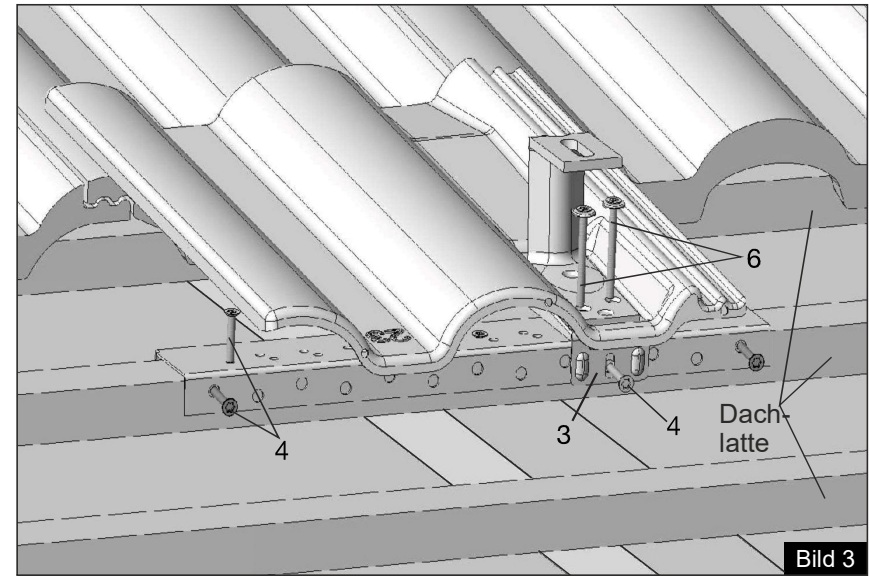

Bild 3
- Aufdachmodulhalter mit Metalldachplatte eindecken, mit Schrauben (6) und Schraube (4) montieren und Verstärkungsschiene zusätzlich mit Schraube (4) (alternativ auch von oben schraubbar) an der Dachlatte befestigen. (Bild 3)